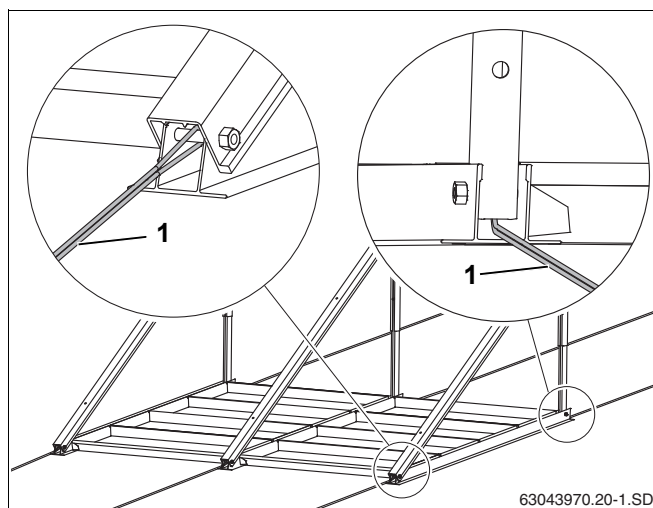

Рис. 28 Подставки с тросовым креплением
- ▶ Каждый коллектор крепится заказчиком минимум 2 стальными тросами (рис. 28, поз. 1) к болту нижнего профиля и в подходящем месте на крыше.